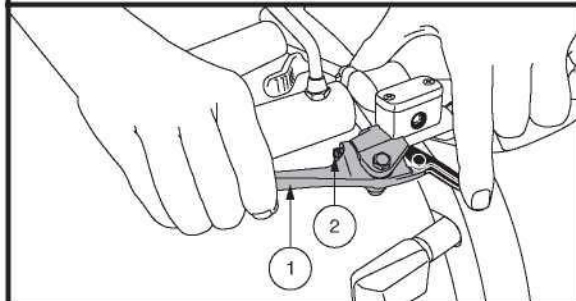

Figura 2. Palanca de freno de mano
- Presione el botón Alta-baja una vez para configurar el ajuste de velocidad a alta. El indicador Alta-baja aparecerá en la pantalla LCD. **Ver la figura 2.** El uso de esta configuración junto con los botones de ajuste de la velocidad permitirá que el vehículo llegue hasta la velocidad máxima preprogramada para el vehículo.
Esta palanca le proporciona la potencia para una detención de emergencia. Cuando está en movimiento, suelte la palanca de control del acelerador y apriete suavemente la palanca del freno de mano para detenerse. La efectividad del freno de mano puede modificarse apretando o aflojando el tornillo de fijación ubicado en la palanca del freno de mano. Ver figura 2.